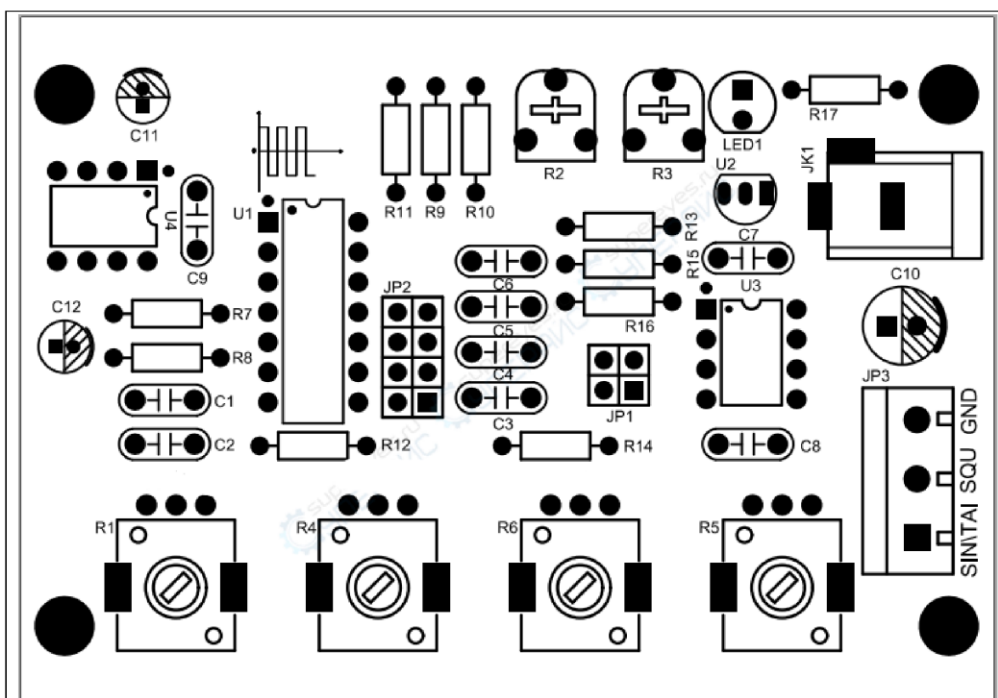

Рисунок 3. Монтажная схема устройства
3. Отформуйте выводы элементов и установите их на плате в соответствии с монтажной схемой (рис.3).